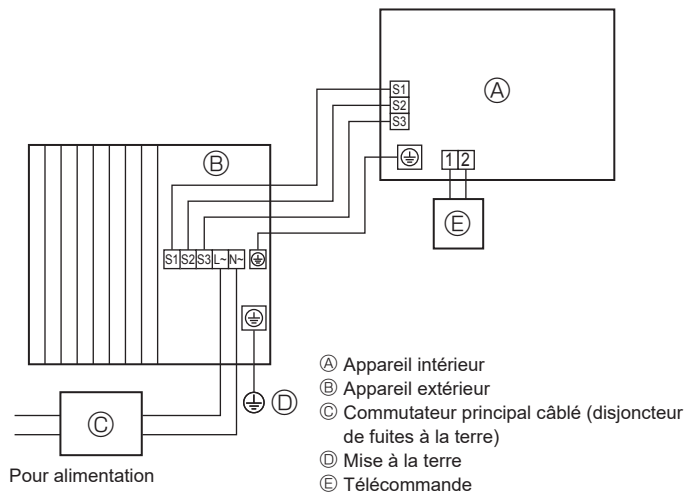
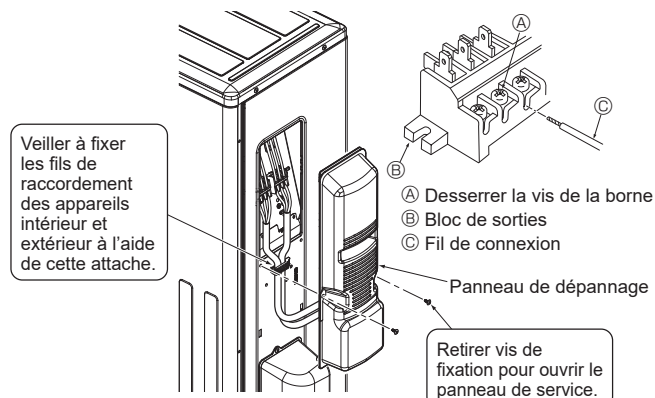

Fig. 6-1
Fig. 6-3
6.1. Appareil extérieur (Fig. 6-1, Fig. 6-2, Fig. 6-3)
- ① Déposer le panneau de service.
- ② Raccorder les câbles conformément aux Fig. 6-1, Fig. 6-2 et Fig. 6-3.